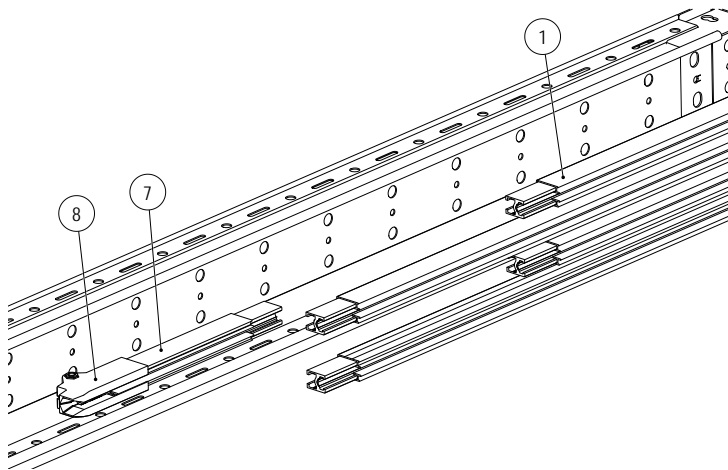
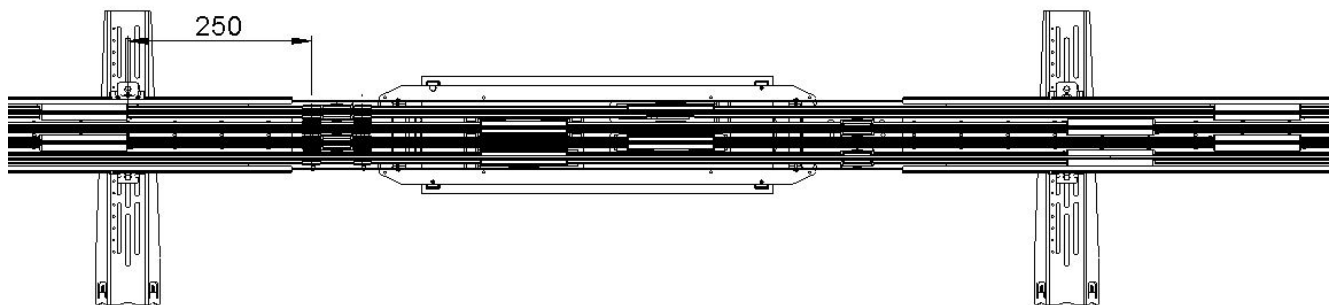
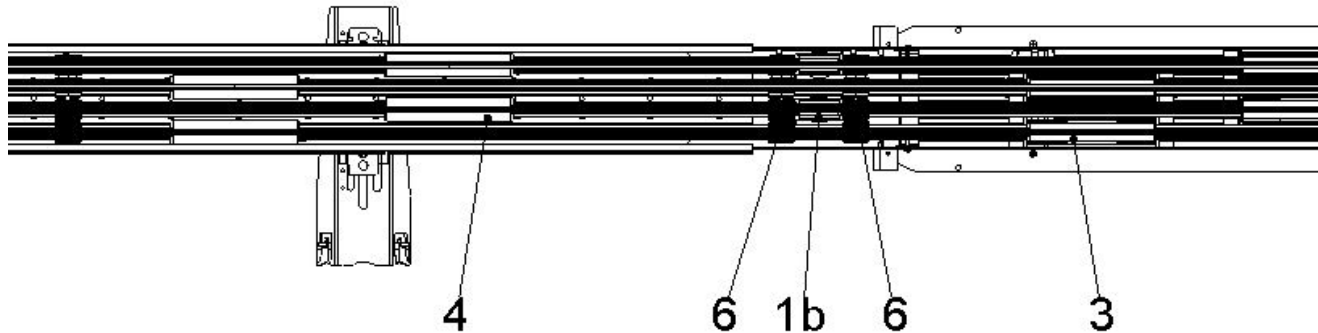

Abb. 34: Kurzstücke (7) an Schleifleitungsstücke montieren
Abb. 42: Abstand Verbinder zu Schienenhalter
Abb. 44: Systemübersicht auf der Strecke
Wenn die Schleifleitungsschiene mit der vormontierten Einspeisung und dem Fixpunkt (1) die letzte Schiene des Schleifleitungssystems ist, müssen vor der Montage in den Klemmenkasten die Endkappen (8) montiert werden (siehe BAL0812-0001)! Das heißt, dass die Kurzstücke (250 mm) (7) mit den Schleifleitungsschienen (1) vor der Montage in den Klemmenkasten verbunden werden müssen (siehe Abb. 34).
- Die Schleifleitungsschienen auf der Strecke bis zum Systemende verbinden (siehe BAL0812-0001). Dabei beachten, dass der Abstand der Schienenhalter zu den Verbindern mindestens 250 mm betragen muss (siehe Abb. 42 bis Abb. 44). Falls die Schleifleitungsschiene mit der Einspeisung und dem Fixpunkt die letzte Schleifleitungsschiene des Systems ist, müssen vorher die Kurzstücke (7) und Endkappen (8) montiert werden (siehe Abb. 34).
9. Am Systemende die Endkappen an den Schleifleitungsschienen montieren (siehe BAL0812-0001), bevor die Schleifleitungsschienen eingehängt werden. Falls die Schleifleitungsschiene mit der Einspeisung und dem Fixpunkt die letzte Schleifleitungsschiene des Systems ist, müssen vorher die Kurzstücke (7) und Endkappen (8) montiert werden (siehe Abb. 34).